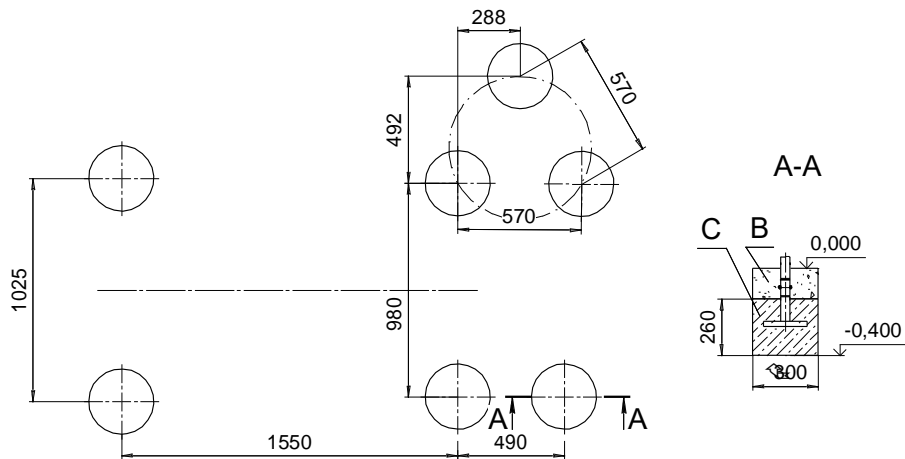

Рис.10
10.3.8 Установить КОМПЛЕКС в подготовленные ямы. Проверить вертикальность установки лестниц, используя отвес. Выставить в нужное положение и забетонировать (бетон В15; $V=0,15\text{м}^3$) согласно схеме (Рис 9); С – бетон, В – песок. Возможная допустимая схема установки изображена на рис. 10.